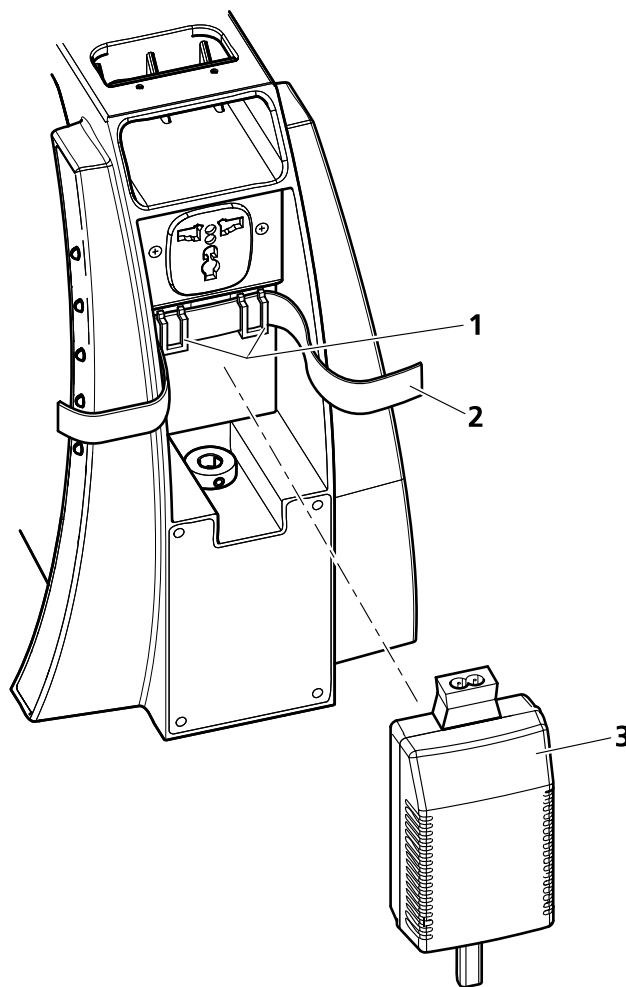

**Bild 5 Mikroskop in Betrieb nehmen**
- Steckernetzteil (Bild 5/2) aus der Aufbewahrungshalterung an der Stativrückseite des Mikroskops entnehmen.
- Falls notwendig, den installierten Netzanschlussadapter gegen einen der mitgelieferten landesüblichen Adapter (Bild 5/4) austauschen. Dazu den vorhandenen Adapter abziehen und den gewünschten aufstecken.
- Falls das Steckernetzteil aus Platzgründen nicht in die vorgesehene Netzsteckdose eingesteckt werden kann, den Netzanschlussadapter durch den mitgelieferten IEC-Adapter (Bild 5/3) ersetzen. Das Steckernetzteil kann nun flach hingelegt und über ein landestypisches Gerätekabel an die Netzsteckdose angeschlossen werden.
- Mit Drehknopf (Bild 5/5) Mikroskop einschalten und Beleuchtung auf gewünschte Beleuchtungsintensität einstellen.